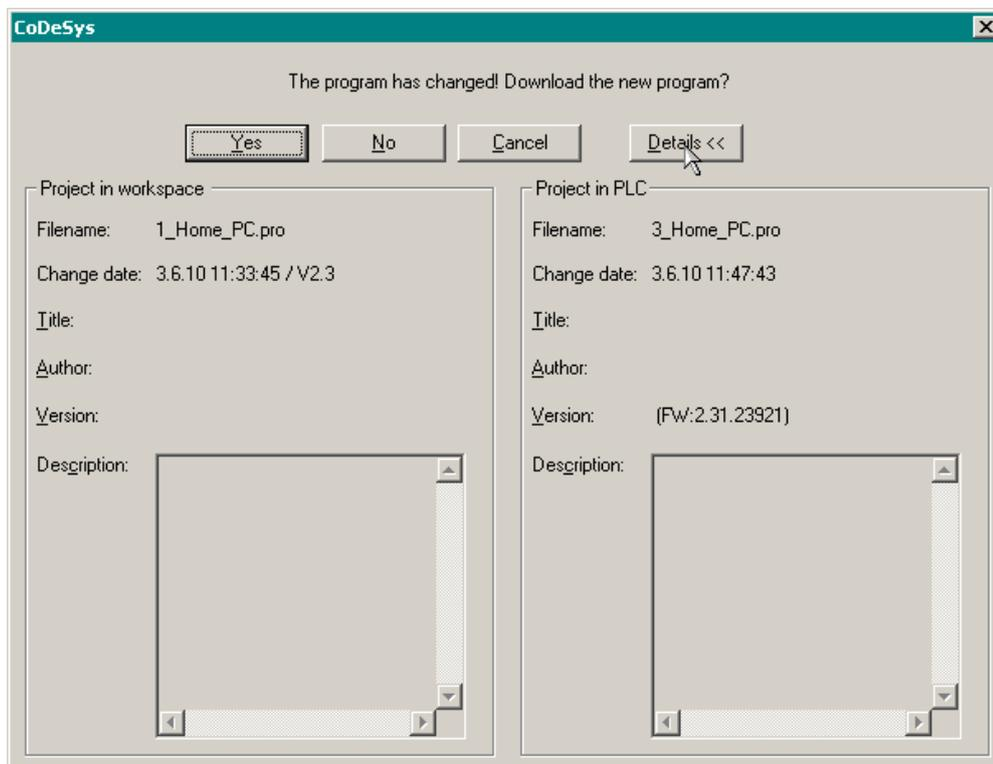

Рис. 55. Просмотр информации о версии системного ПО контроллера
3. Если после выполнения команды **Online-Login** на экране монитора появится диалоговая панель *The program has changed...*, нажмите в ней кнопку **Details**. Диалоговая панель CoDeSys примет вид, показанный на рис. 55.
4. Номер версии системного программного обеспечения, загруженного в контроллер, отображается в скобках после префикса *FW*: в поле **Project in PLC – Version**, как показано на рис. 55.